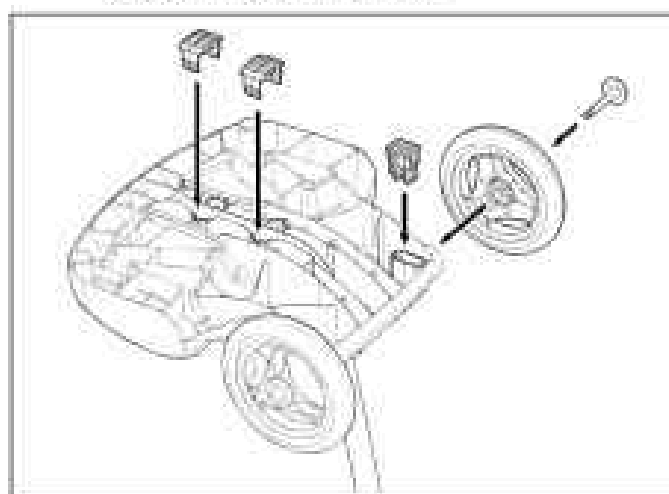

Figura 5. Coloque los bloques de apoyo a presión y sujete las ruedas
5. Coloque dos bloques de apoyo a presión (Figura 5).
6. Deslice el eje y el tapacubos por el centro de la rueda y sujételos a la unidad base. Coloque el clip de bloqueo para asegurar la rueda. Repita la operación para ajustar las dos ruedas (Figura 5).